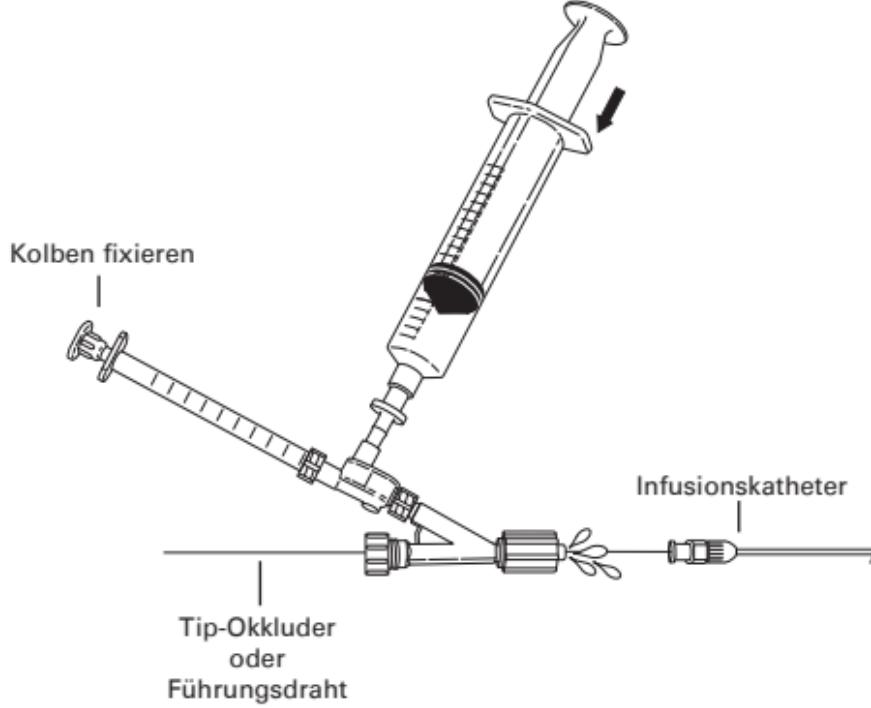

Abb. 5
7. Um das Doppelrückschlagventil und den Tuohy-Borst-Adapter am Infusionskatheter zu befestigen, das Tuohy-Borst-Ventil lösen und die Einheit über den Tip-Okkluder schieben. Den Kolben der 1-ml-Spritze fixieren und die 20-ml-Spritze herunterdrücken, damit die Einheit vollständig entlüftet wird, und erst dann die Einheit am Katheter befestigen. Einen Meniskus der Lösung am Luer-Anschluss des Tuohy-Borst-Adapters lassen und dann den Infusionskatheter anschließen. (**Abb. 5**)